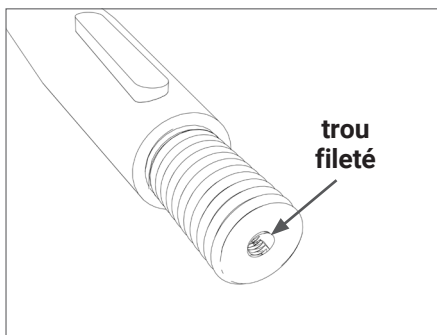
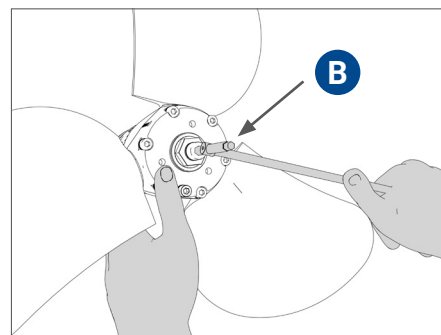

FIG. 16 Réaliser un trou fileté sur l'arbre, il doit être parfaitement centré et aligné
FIG. 17 Visser le boulon de sécurité
- Pour les versions ligne d'arbre, l'écrou de serrage **B** est prédisposé pour le montage, et le boulon de sécurité **A** est fourni pour les personnes désirant l'installer. Si l'on souhaite procéder avec cette solution pour une sécurité majeure, il faudra percer un trou fileté dans l'arbre d'hélice avec un filetage de la taille appropriée au boulon, en s'assurant qu'il soit centré et parfaitement aligné (**Fig. 16**), pour pouvoir insérer le boulon de sécurité **B** (**Fig. 17**).